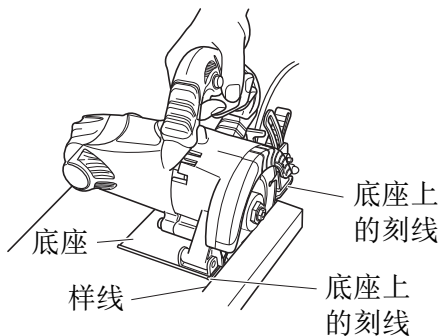

图 4
1. 把机身(底座)放置于要切割的材料(即工件)上,用底座边使金刚石轮锯对准样线(图4)。